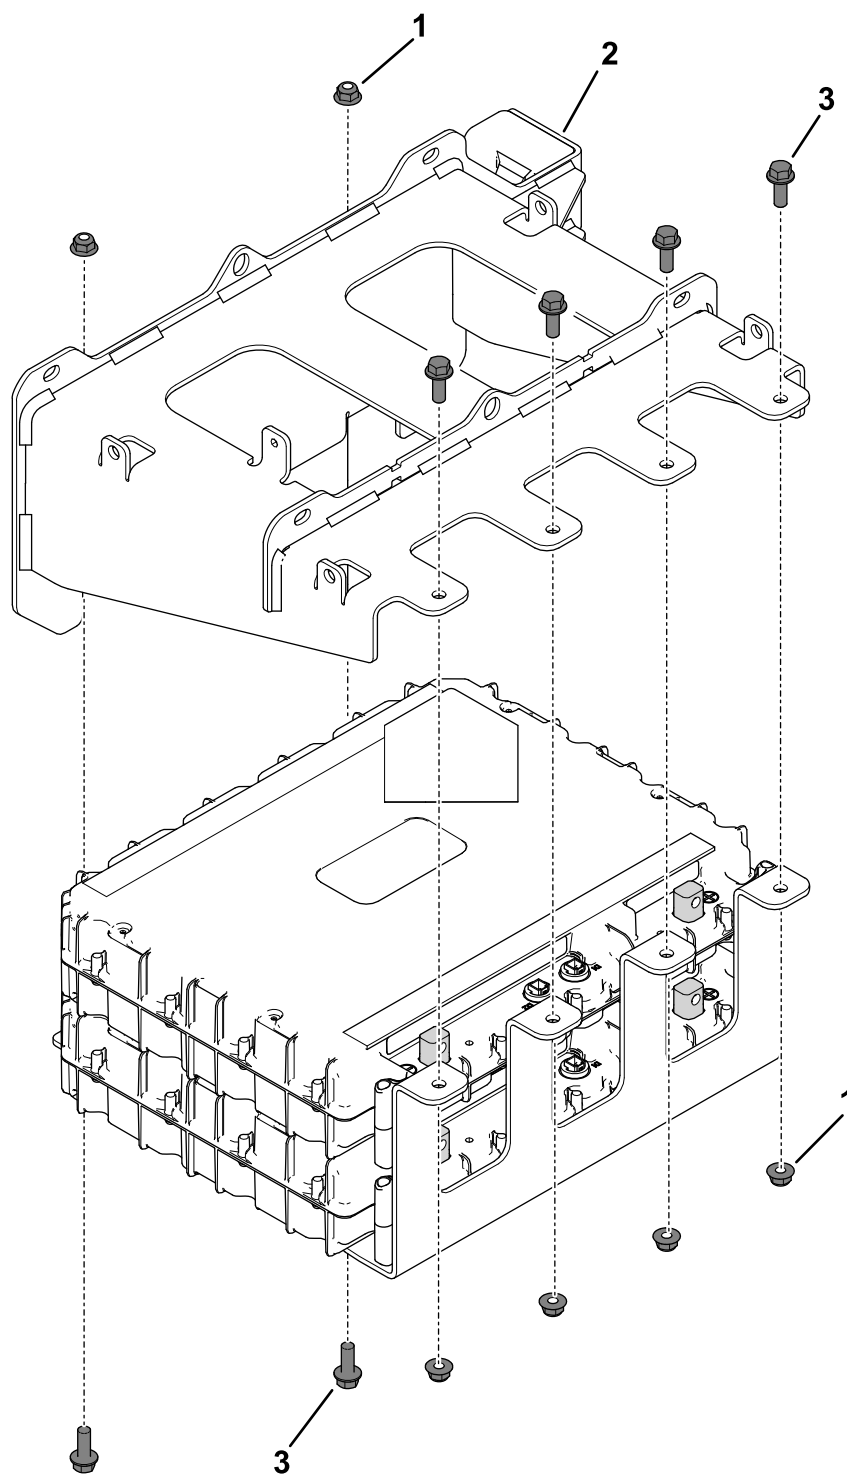

Figura 21
5. Utilizzate 6 bulloni a testa flangiata ($\frac{3}{8}$ " x 1") e 6 dadi flangiati ($\frac{3}{8}$ ") per fissare senza serrare la piastra di supporto inferiore alla piastra della base inferiore (Figura 21)